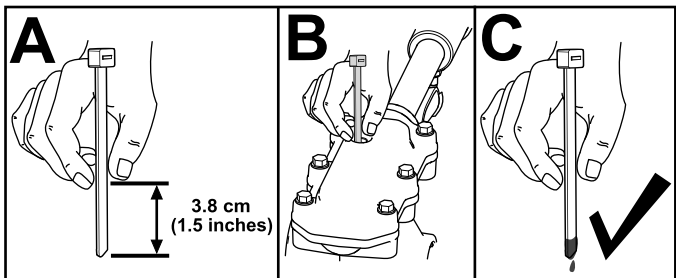

Figura 34
3. Compruebe el nivel de aceite usando un dispositivo de medición apropiado, por ejemplo una brida sujetacables limpia. El aceite debe estar a unos 3,8 cm por debajo del orificio de llenado (Figura 34).